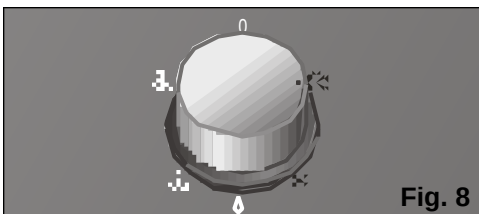

Fig. 8
- ❑ Seleccione a função de climatização máxima MAX ou silenciosa SILENT , **Fig. 8**. (A função de climatização silenciosa diminui o caudal de ar do equipamento).